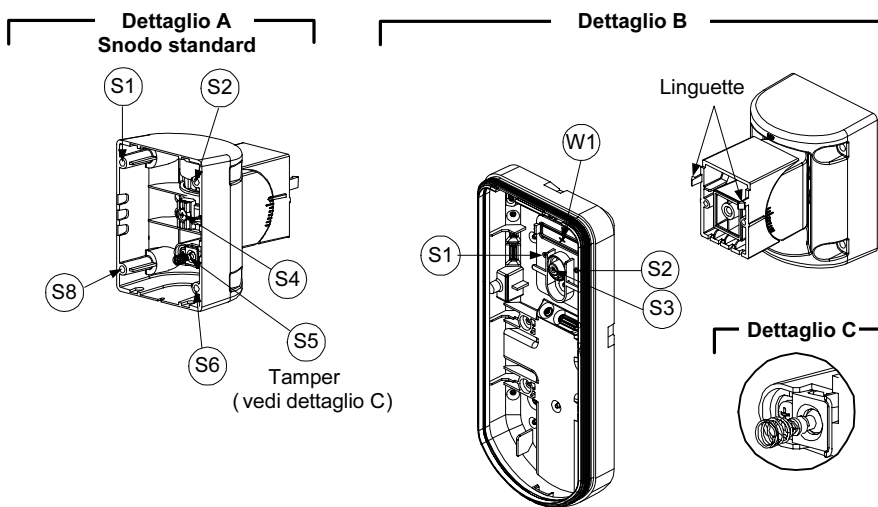

Figura 6
3. Rimuovere il tamper antirimozione dalla base interna (consultare paragrafo "Modifica della posizione del tamper antirimozione") e collegarlo a S5 (Figura 6, Dettaglio A) sullo snodo standard.
1. Inserire i cavi del tamper antirimozione facendoli passare tramite il passaggio cavi dello snodo (Figura 6, Dettaglio B).